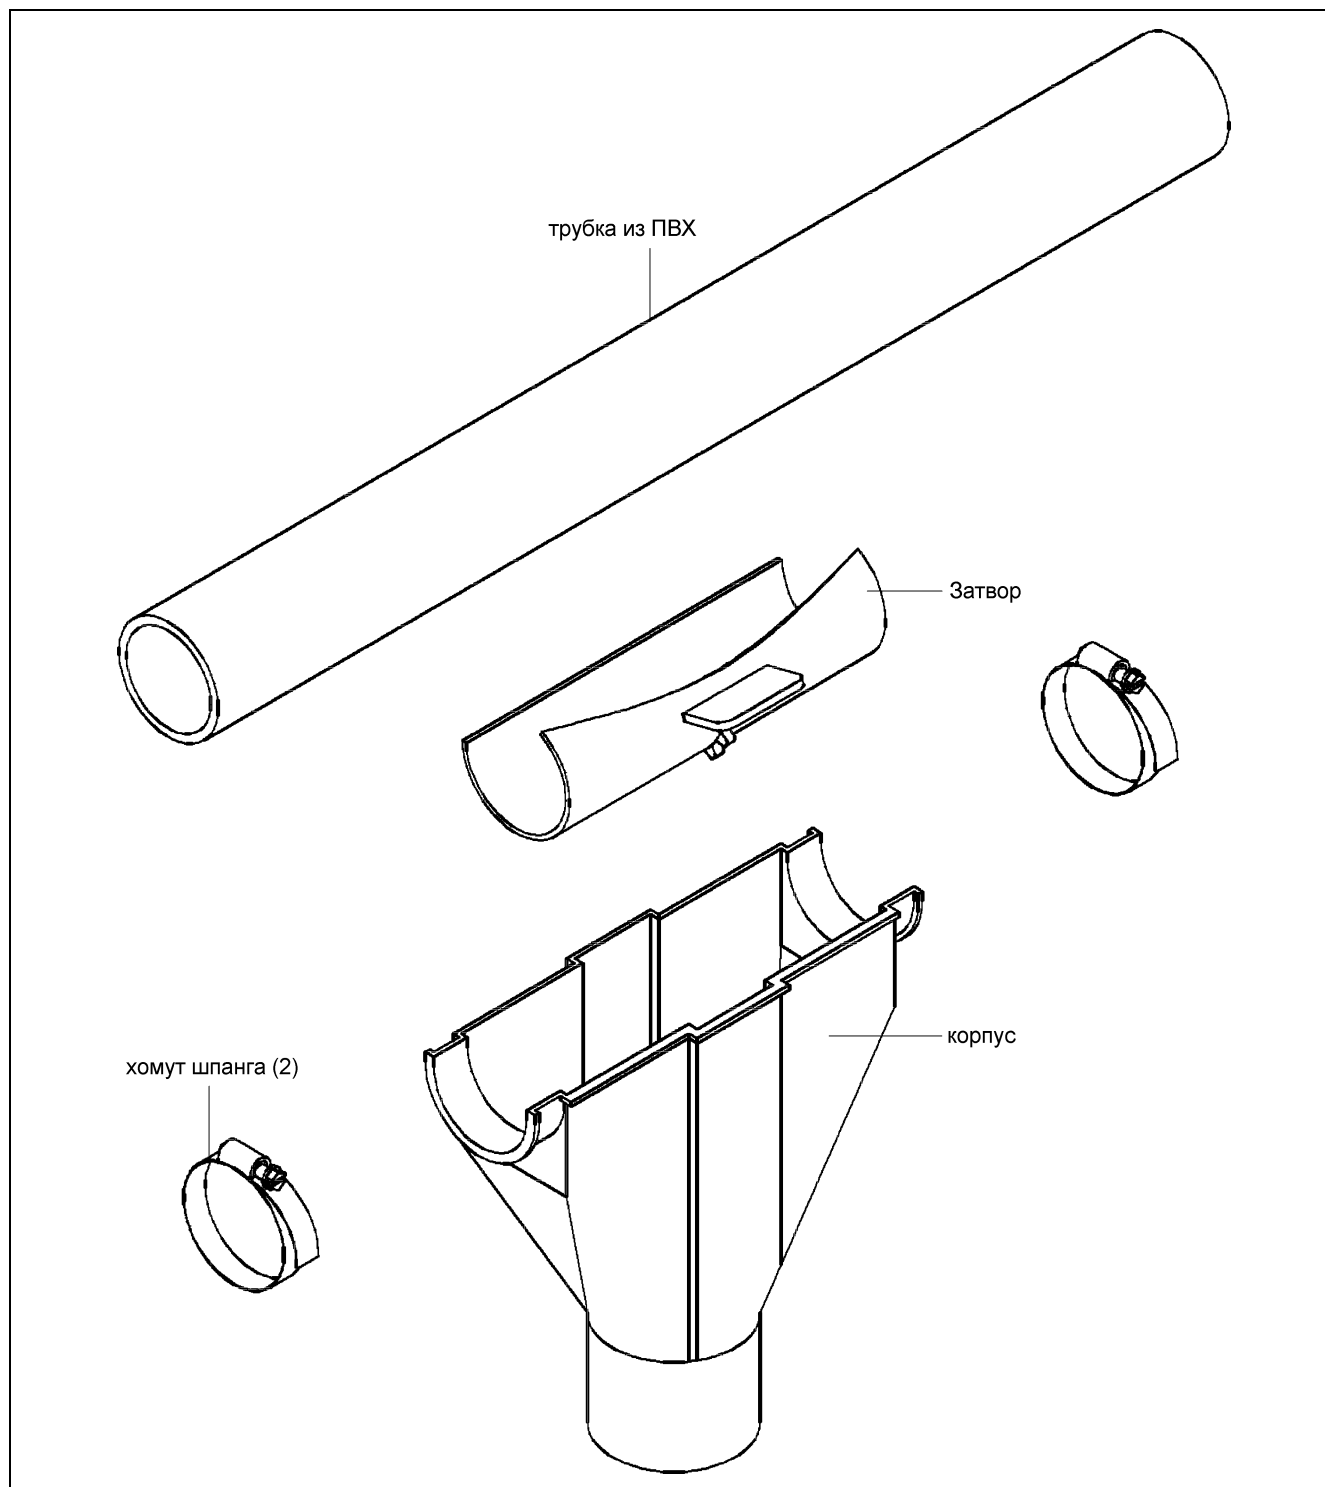

Рисунок 5V Установка комплекта отвода
1. Оберните задвижку вокруг трубы в точке выходного отверстия. См. рис. 5V.
2. Закрепите корпус на трубе двумя (2) хомутами. Убедитесь, что выходное отверстие расположено по центру корпуса.